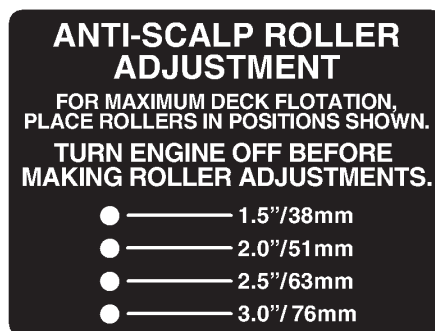

Figure 13
2. Choisissez le trou pour que le rouleau anti-scalp se trouve le plus près possible de la hauteur de coupe correspondante voulue (Fig. 13).